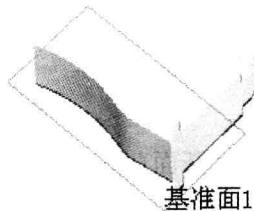

图 1.8 斜接法兰 1
Step4. 创建图 1.8 所示的钣金特征——斜接法兰 1。
(1) 选择命令。选择下拉菜单 \rightarrow 钣金 \rightarrow \square 斜接法兰(B)... 命令